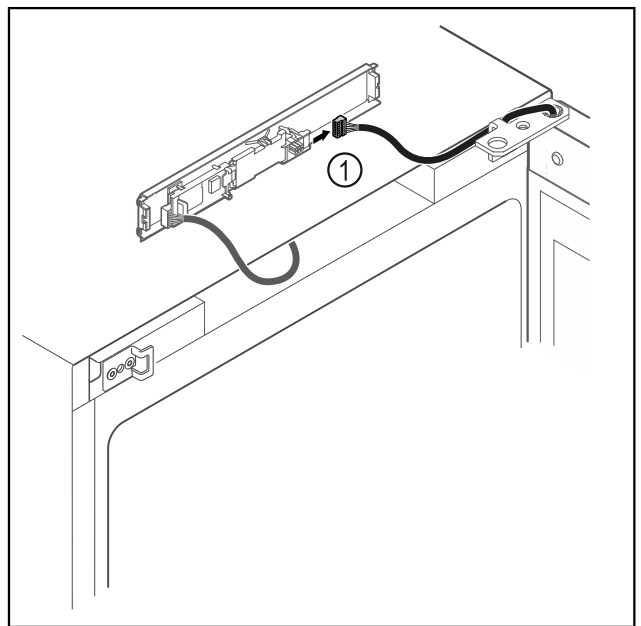

Fig. 16
- ▶ Tõmmake pistik Fig. 16 (1) trükkplaadist välja.